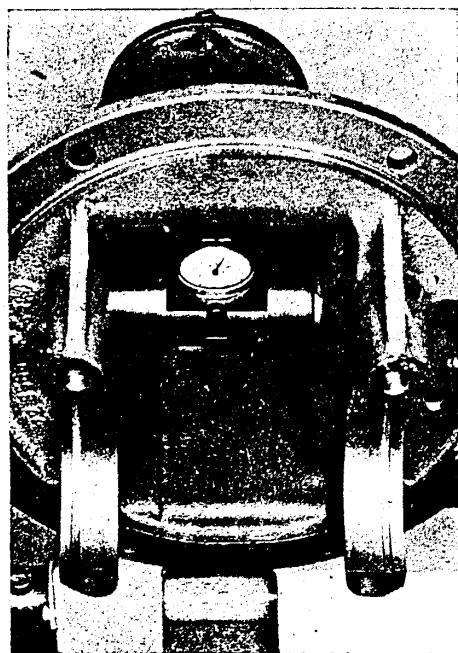

Bild H 25. Einstellvorrichtung in die Querbohrung des Gehäuses eingesetzt
7. Das so justierte Ritzeleinstellgerät LP-439 nun in die Querbohrungen des Gehäuses, die der Lagerung des Vorgeleges mit Tellerrad dienen, schieben. Der Taststift muß daher auf die Stirnseite der Ritzelwelle gerichtet sein (Bild H 25).